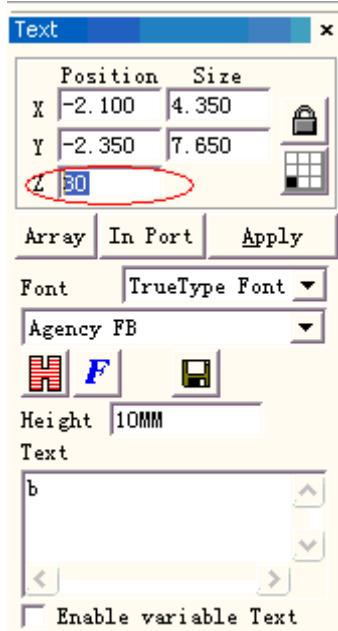

Рис. 8-5-2. Ввод буквы «**b**».
**2 этап:** аналогично в рабочем пространстве сформируйте букву «**b**». Установите значение 30 по координате Z. Далее нажмите кнопки «**Apply**» (применить) и «**put to origin**» (поместить в начало координат), как показано на Рис. 8-5-2.